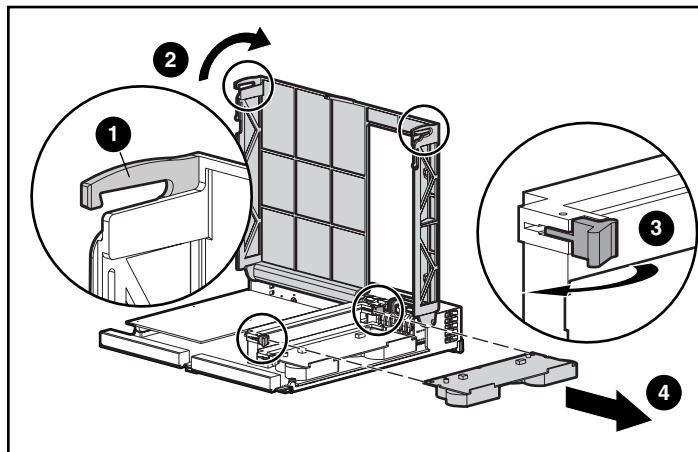

Abbildung 6: Ausbauen des Cache-Moduls
3. Lösen Sie die Rasten der Controller-Abdeckung ❶ (siehe Abbildung 6) auf der Rückseite des Controllers, und heben Sie dann die Abdeckung an ❷.
Hinweis: In Abbildung 6 sind eine Seite und die Rückseite des Controllers dargestellt.